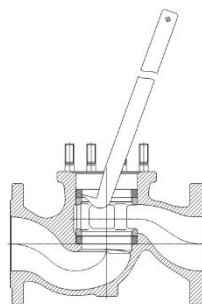

Bild 2
- » Einlegring (Pos. 17) und oberen Ventilring (Pos. 14) mit Ringziehhaken herausziehen (siehe Bild 2)